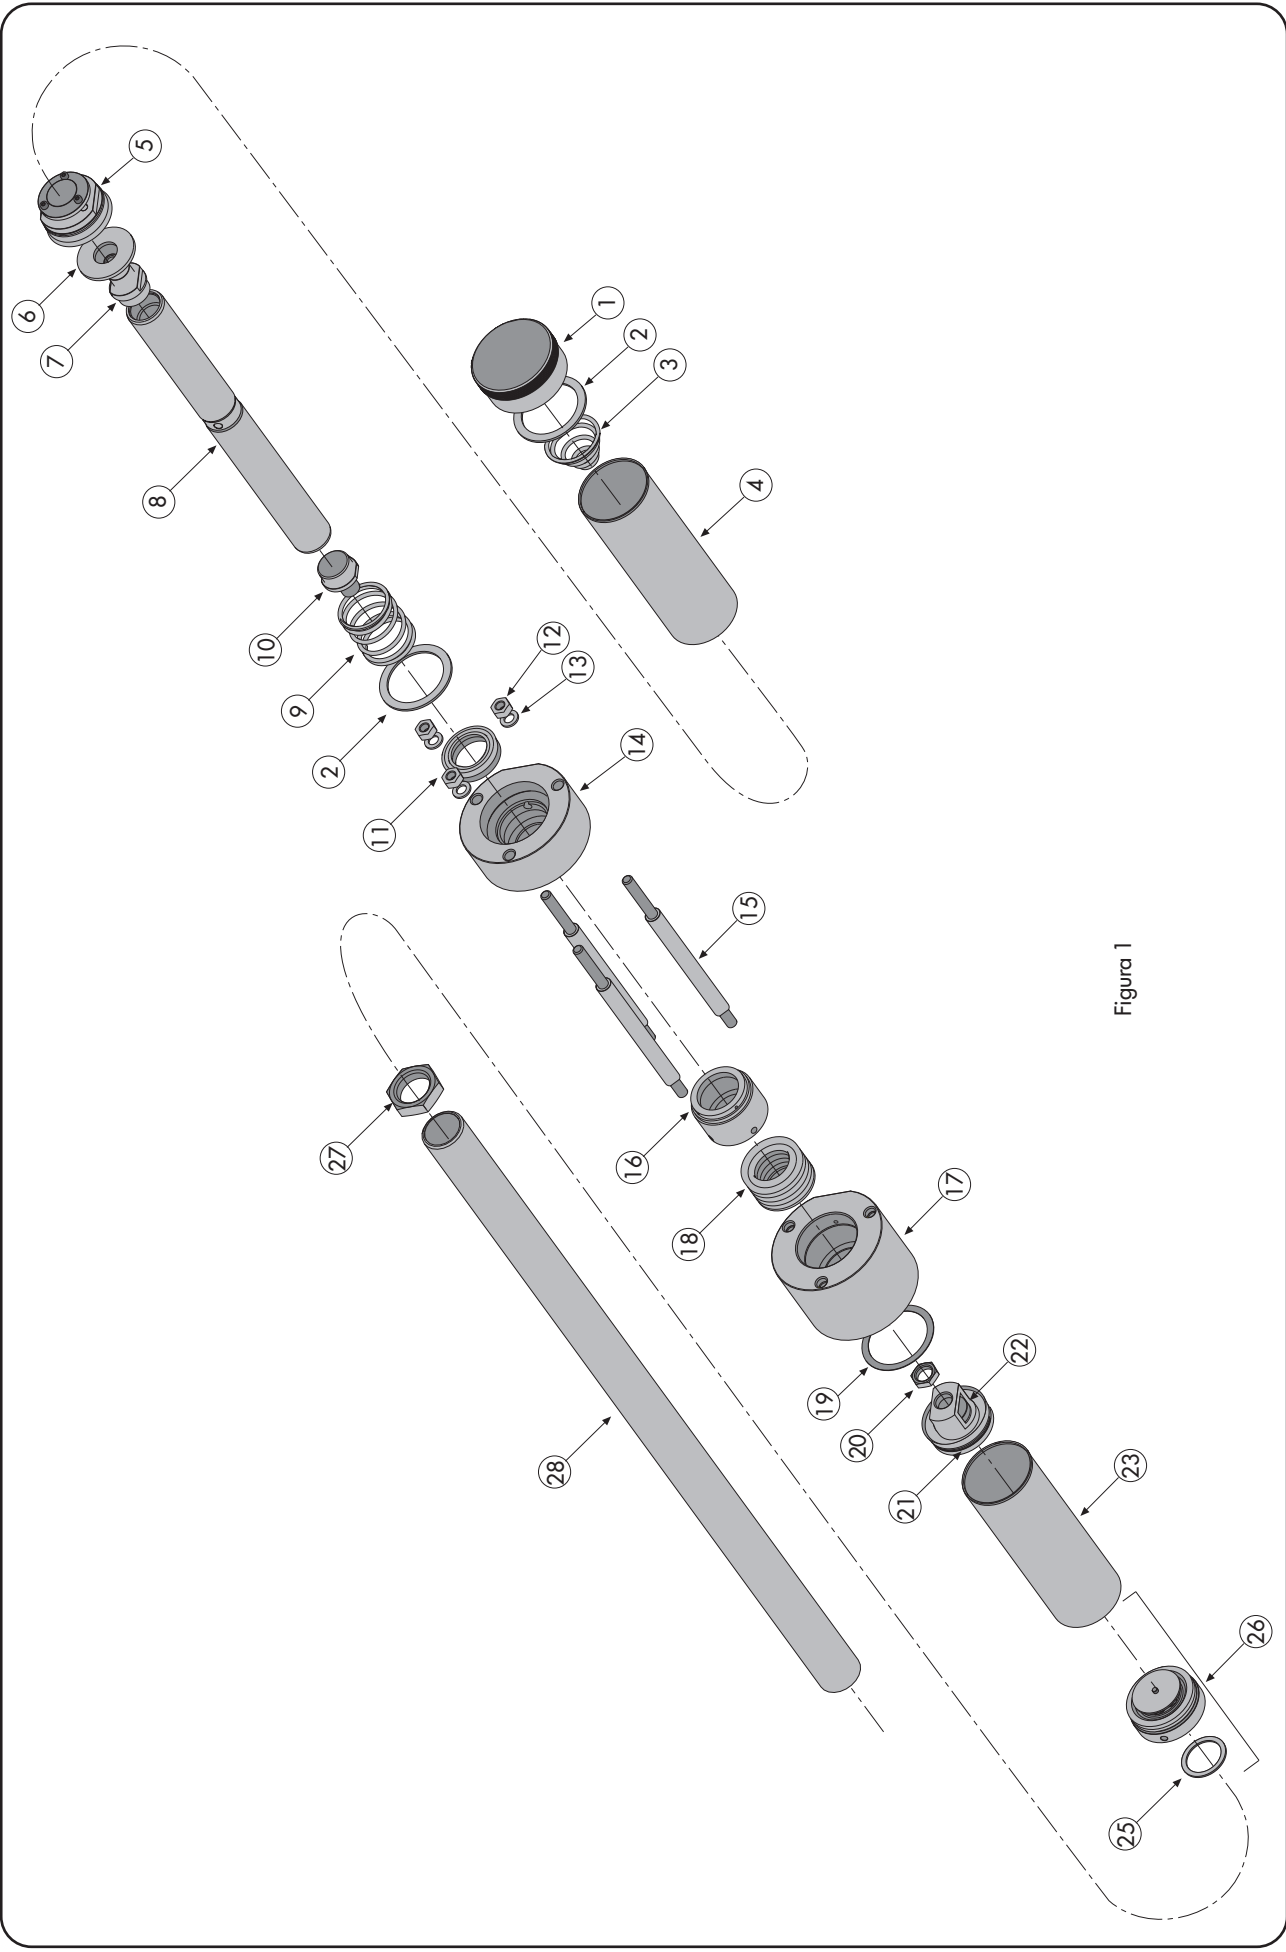

Figura 1
- 7 Verificar y engrasar todos los días si es necesario a través del engrasador (Nº 18 figura-1) para
- 8 Cada vez que se produzca una fuga por el prensaestopas (Nº 16 figura-1), se deberá apretar el mismo con las varillas especiales suministradas a tal fin, con el equipo siempre bombeando en purga (sin presión). El grado de apriete es hasta conseguir eliminar la fuga. En esos momentos reapretaremos un cuarto de vuelta más.
Conjunto válvula de absorción de bomba aflojado o mal sellado (N.º 26 figura-1)	Apretar o sustituir.
Muelle de pilotaje (N.º 3 o N.º 9 figura-1) deteriorado.	Sustituir muelle.
Junta de labio (N.º 11 figura-1) desgastada.	Sustituir.
Junta de goma (N.º 2 figura-1) defectuosa.	Sustituir.
- 2 Desmontar el tubo de aspiración (28) o la bomba de su soporte.
- 3 Desmontar conjunto válvula de absorción inferior (Nº26 figura-1). Colocar la nueva válvula inferior.
- 3 Desmontar cilindro hidráulico (Nº23 figura-1).
- 4 Desenroscar la válvula (Nº22 figura-1).
- 5 Colocar la nueva válvula (Nº22 figura-1) inmovilizando con una llave.
- 6 Colocar de nuevo el cilindro hidráulico (Nº23 figura-1)
- 5 Desatornillar tuerca (Nº12 figura-1) Extraiga el conjunto cuerpo superior hidráulico de prensaestopas (Nº17 figura-1).
- 6 Extraer prensaestopas (Nº16 figura-1) de cuerpo hidráulico (Nº17 figura-1)
- 7 Extraer empaquetaduras (Nº18 figura-1).
- 9 Colocar prensaestopas (Nº16 figura-1) y apretarlo con la mano hasta que haga tope.
- 10 Colocar el cuerpo hidráulico superior (Nº17 figura-1) orientándolo de forma correcta. Colocar las arandelas (Nº13 figura-1) y las tuercas de amarrar (Nº12 figura-1).
Engrasar previamente el extremo inferior del eje neumático (Nº8 figura-1) para no deteriorar las juntas en el montaje.
- 11 Colocar la junta de cierre (Nº19 figura-1).
- 12 Colocar la nueva válvula de pistón (Nº22 figura-1) orientando el labio hacia arriba.
- 13 Colocar cilindro hidráulico (Nº23 figura-1) engrasando previamente el cono de entrada y la parte exterior de la junta de pistón para favorecer el montaje.
- 3 Desenroscare el tapón superior (Nº1 figura-1) del cilindro neumático.
- 4 Desmontar el cilindro neumático (Nº4 figura-1).
- 5 Desmontar el distribuidor neumático (Nº5 figura-1). Inmovilizar si es necesario el eje (Nº8 figura-1) por medio de las varillas prensaestopas introduciéndolas en los orificios de escape de aire del propio eje neumático .
- 6 Colocar el nuevo distribuidor neumático (Nº5 figura-1). Inmovilizar el eje si es necesario de la forma descrita en el apartado anterior.
- 7 Colocar el cilindro neumático (Nº4 figura-1) engrasando previamente el cono del extremo para favorecer el montaje a través del distribuidor neumático.
- 8 Colocar el tapón superior (Nº1 figura-1) del cilindro neumático.